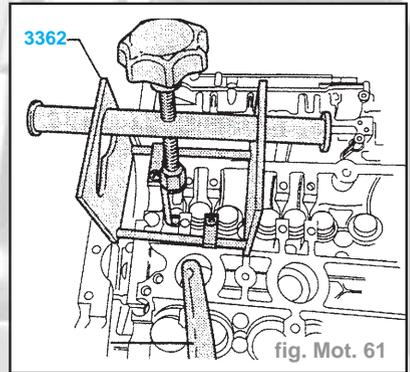

fig. Mot. 61
- Fixer sur la culasse le dispositif de montage 3362 avec les vis de fixation vissées dans le dispositif (fig. Mot. 61).